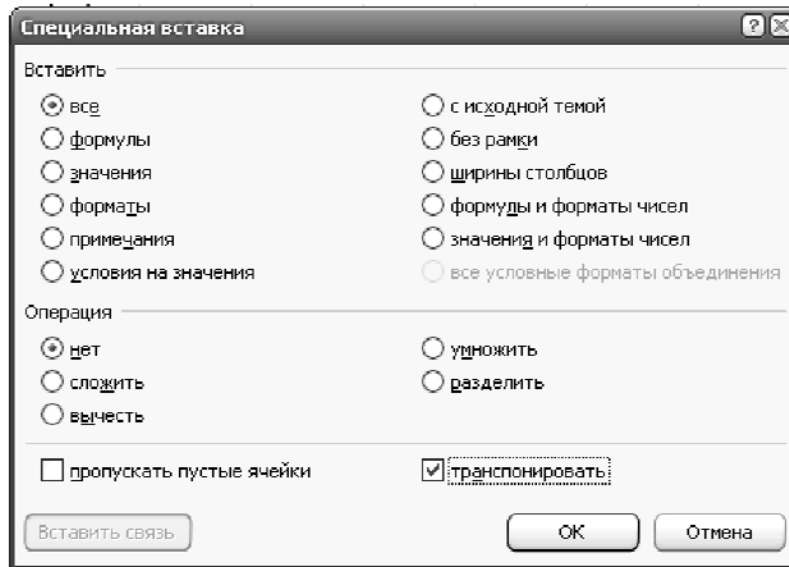

Рис. 6. Диалоговое окно Специальная вставка
4.2.6. Встаньте на свободную ячейку и выполните команду контекстного меню **Специальная вставка**. В появившемся одноименном диалоговом окне установите флажок Специальная вставка (рис. 6). Получите результат, приведенный на рис. 5.